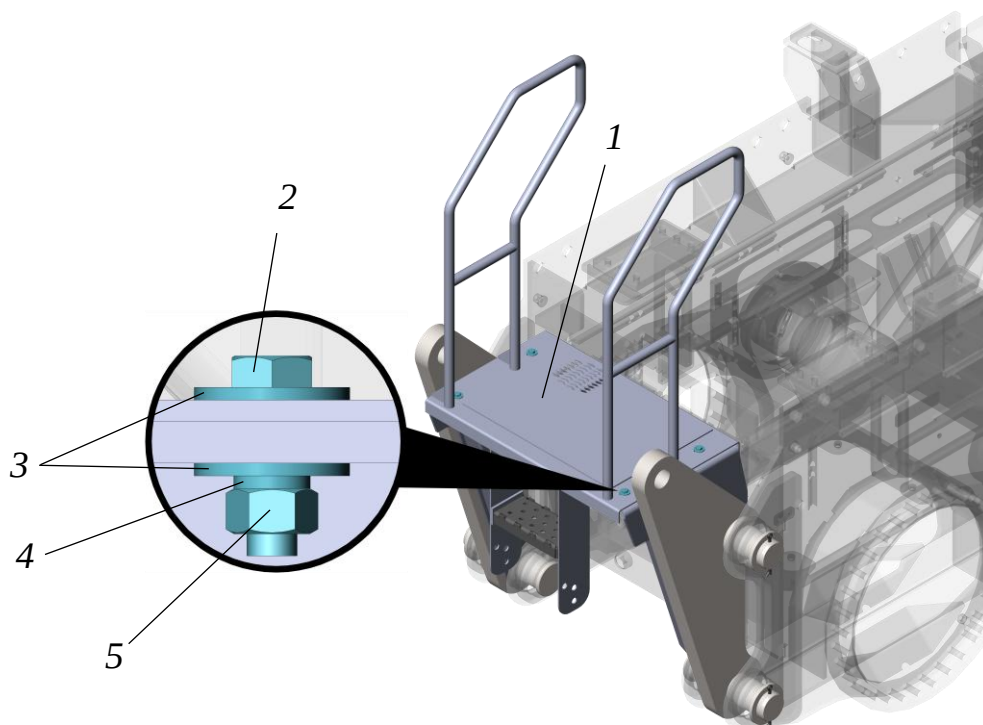

Рисунок 3. Крепление площадки на стойках
- Установить площадку 1 на стойках, закрепить болтами М12 поз. 2, шайбами 3,4 и гайкой 5, см рис. 3.